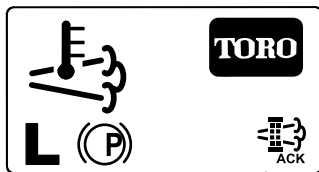

Figure 59
8. L'InfoCenter affiche l'écran d'accueil et l'icône de confirmation de régénération (Figure 59) apparaît en bas à droite de l'écran pendant le processus de régénération.